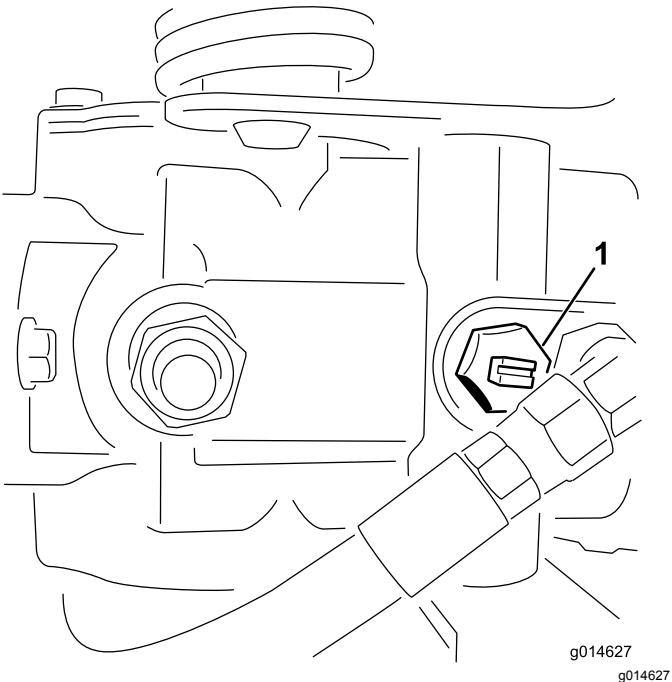

Bild 42
1. Ermitteln Sie das Sicherheitsventil an der Pumpe und drehen es so, dass der Schlitz vertikal ist (Bild 42).
2. Schließen Sie vor dem Starten des Motors das Sicherheitsventil. Drehen Sie den Schlitz des Ventils in die horizontale Stellung (Bild 42).